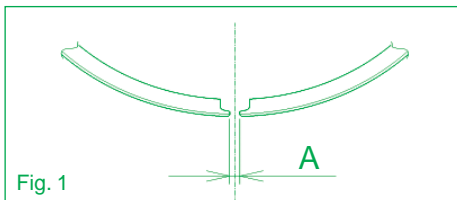

Fig. 1
- c) Au moyen d'une jauge d'épaisseur, mesurer l'écart entre les extrémités du segment (lumière) ; lumière minimum : $A = 0,15 \text{ mm}$ voir fig. 1.